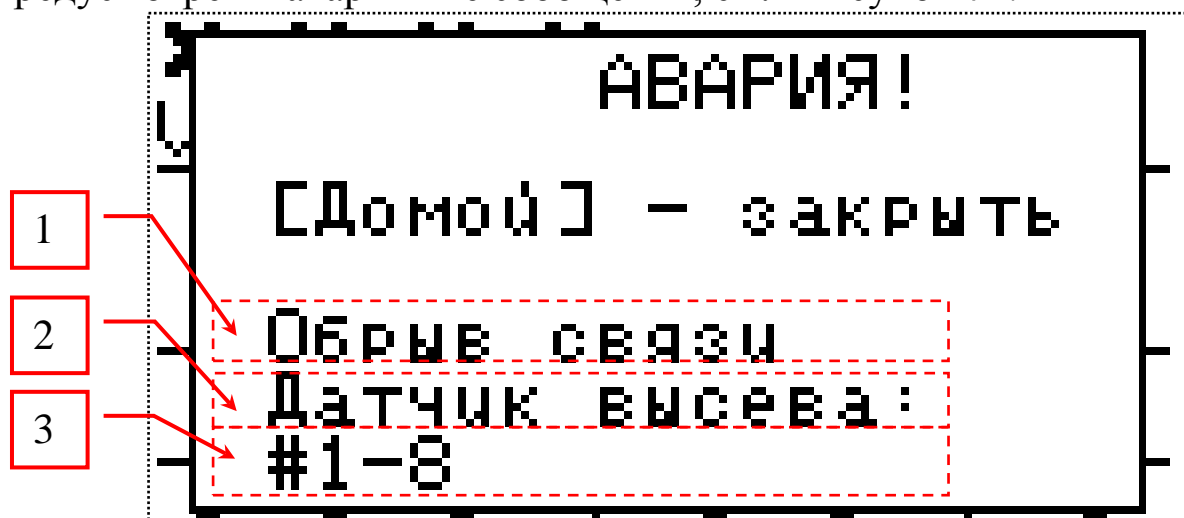

Рисунок 7 Аварийное сообщение
- Окна аварийных сообщений, см. «Рисунок 7».
Для информирования пользователя о событиях в системе предусмотрены аварийные сообщения, см. «Рисунок 7».